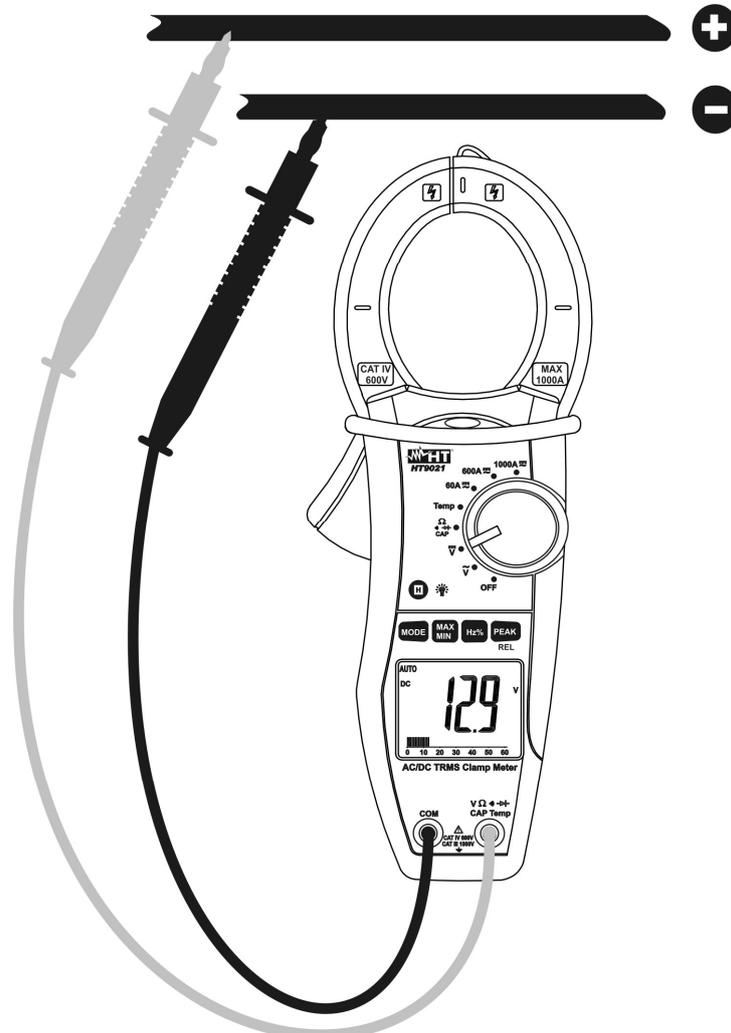

Fig. 4: Uso da pinça na medição de Tensões CC
2. Inserir o cabo vermelho no terminal de entrada $V\Omega$ e o cabo preto no terminal de entrada **COM** (Fig. 4)